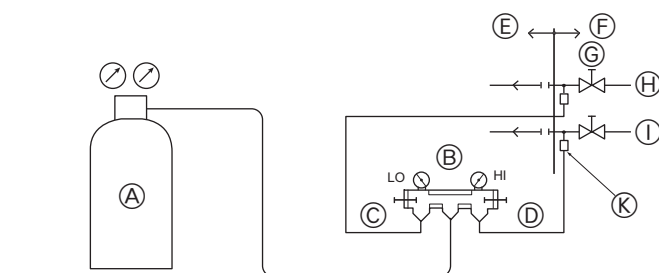

Fig. 5-11
#### ① Проверка герметичности (Fig. 5-11)